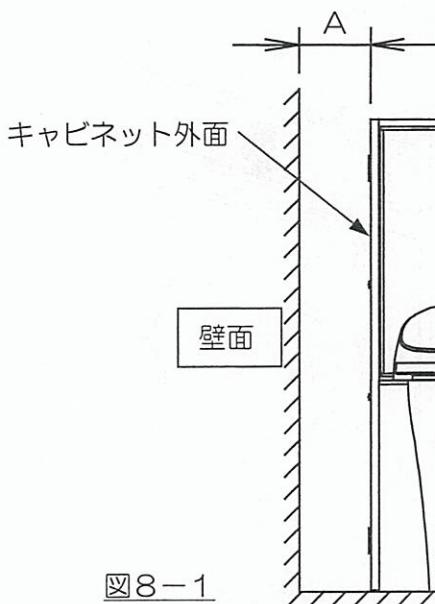

図8-1
- (1) キャビネット外面と横壁との寸法A・Bを測定してください。(図8-1)